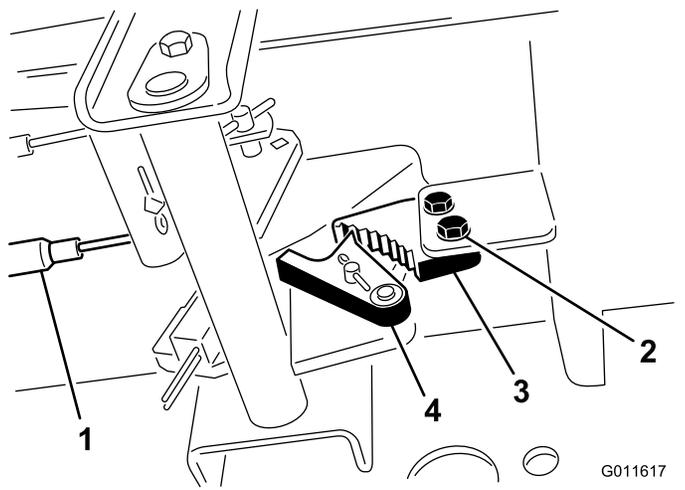

图70
1. 松开将驻车刹车闸固定到机架的 2 个螺钉图70。
2. 向前踩驻车刹车踏板直到刹车卡槽完全接合刹车闸图70。